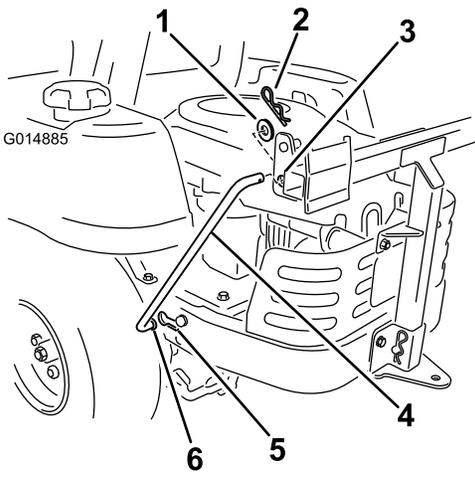

Figure 15
5. Montez deux tiges de support de chaque côté du cadre. Localisez l'encoche dans le cadre de la machine et placez-y l'extrémité évasée et courbée de la tige (Figure 15). Déplacez la tige en arrière pour l'engager dans le cadre.
6. Insérez l'extrémité coudée de la tige dans le cadre du collecteur, comme montré à la Figure 15. Fixez le bout de la tige avec une rondelle et une goupille fendue.